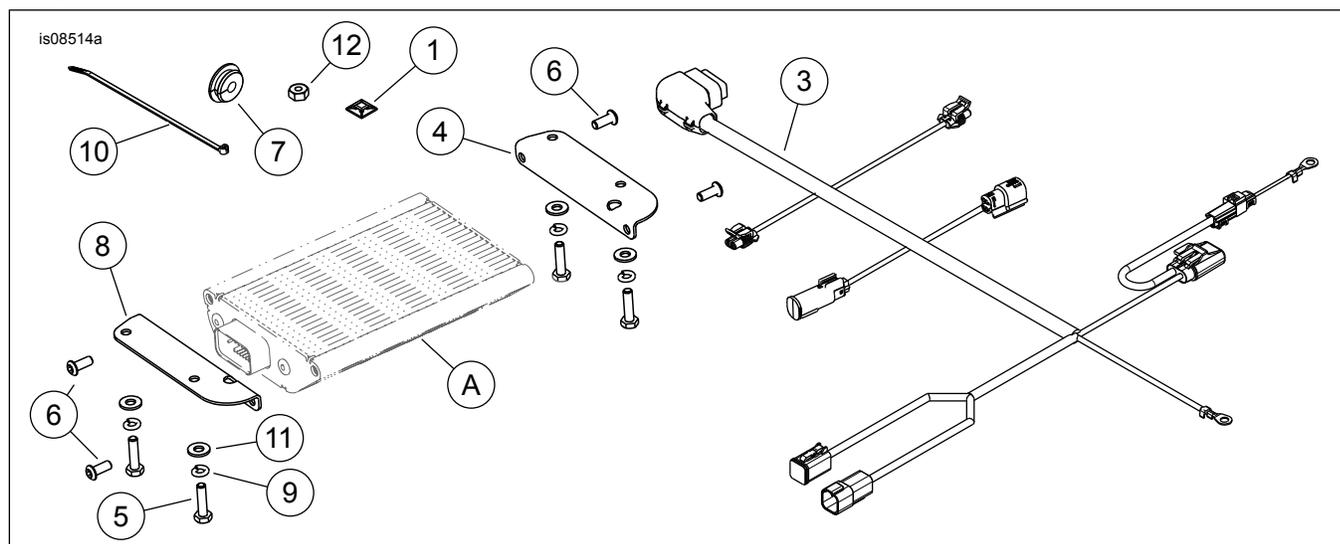

Figura 5. Peças de reposição, kit de instalação do amplificador
Veja Figura 5 e Tabela 1.
1. Limpe a etiqueta de capacidade dentro do Tour-Pak com uma mistura de 50% de álcool isopropílico e 50% de água destilada. Veja Figura 5. Aplique a **nova** etiqueta de capacidade (2) do kit para cobrir a etiqueta original. Observe o limite de carga revisado devido à instalação do amplificador.
2. Instale os suportes (4 e 8) no amplificador (A) com os parafusos (6). Aperte alternadamente os parafusos.
Esses furos são para os fios [36TB] e [37TB] do chicote de fios do amplificador (Figura 5, item 3), que são conectados durante a instalação do kit do alto-falante do Tour-Pak Boom! Audio Stage II.